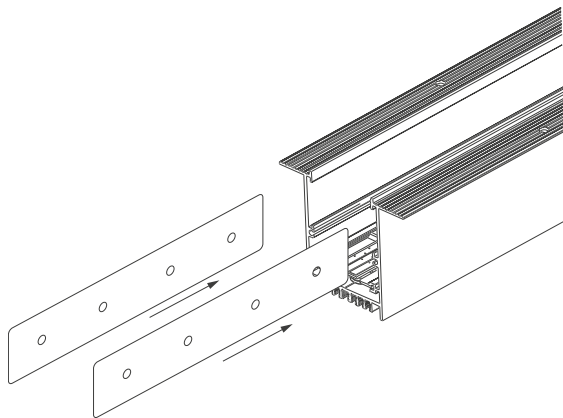

Рисунок 3. Установка соединителей в пазы шинопровода.
- 3.7. С помощью коннекторов MAG-CON-45-SIDE (SL) вы можете соединить встык шинопроводы или угловые коннекторы. Для этого установите в паз шинопровода прямой коннектор MAG-CON-45-SIDE (SL) на половину его длины и закрепите установочными винтами из комплекта поставки (см. рисунок 3).